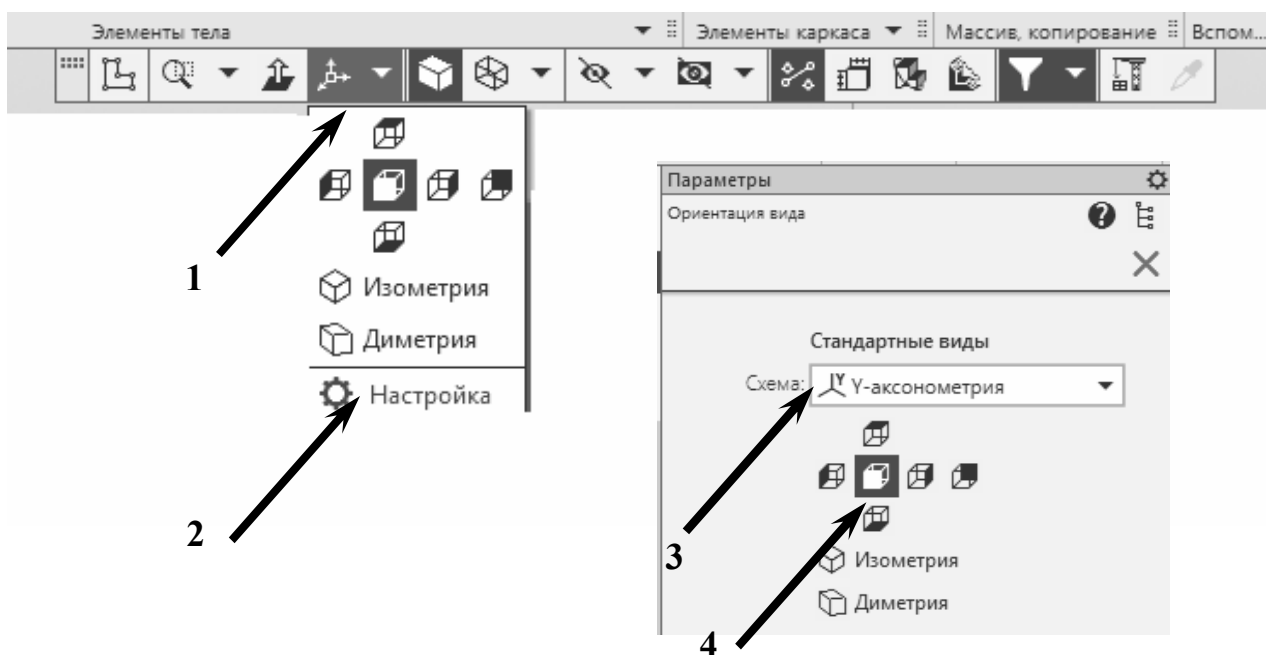

Рис. 2.2. Выбор первоначальной ориентации вида
4. На панели «Вид» нажмите кнопку «Ориентация»  и в меню «Настройка» выберите начальную ориентацию модели – «Y-аксонометрия». Последовательность действий представлена на рис. 2.2.